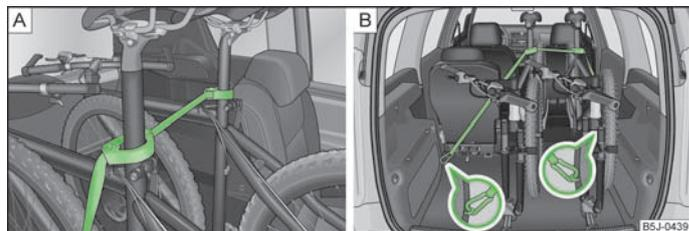

Fig. 54 Fissaggio sicuro delle biciclette
- Collocare la fascetta con l'elemento in gomma in avanti (nella direzione di marcia) quanto più possibile sotto il supporto della sella e quindi chiuderla » fig. 54 - **A**.
- In caso di trasporto di due biciclette, tendere la cinghia » fig. 54 - **A** tra le selle, facendo in modo di avvicinare le due biciclette.
- Attaccare i ganci a moschettone posti alle estremità della cinghia negli occhielli mobili dietro i sedili posteriori » fig. 54 - **B**.